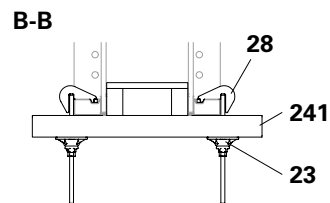

Fig. B10.06b
- Filière 85 (241) avec ancrage d'about TS (28) et plaque-écrou orientable (23). (Fig. B10.06b)